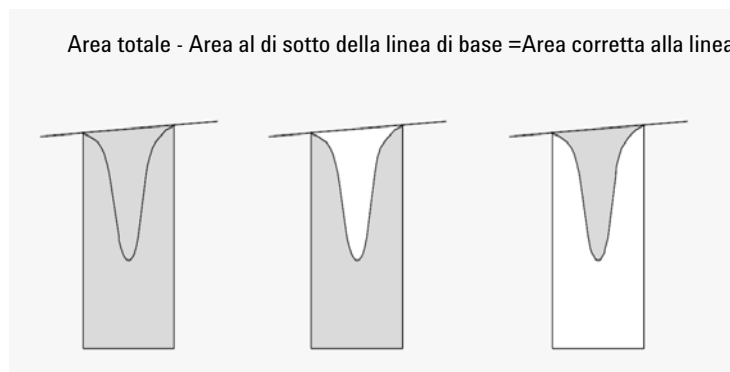

Figura 22 Misurazione dell'area per i picchi negativi
- per i picchi tangenti (T), l'area al di sopra della linea di base reimpostata,
- per i picchi di solvente (S), l'area al di sopra dell'estensione orizzontale dall'ultimo punto trovato sulla linea di base ed al di sotto della linea di base reimpostata per i picchi tangenti (T). Un picco di solvente può venire visualizzato troppo lentamente per essere riconosciuto, o può esistere un gruppo di picchi che fanno parte dell'analisi ma che si pensa debbano essere trattati come solvente con un gruppo di picchi successivi. Ciò di solito coinvolge un gruppo di picchi fusi dove il primo è maggiore dei successivi. Il semplice fatto di tracciare la perpendicolare metterebbe in evidenza gli ultimi picchi, dato che si trovano effettivamente sulla coda del primo. Se si desidera riconoscere il primo picco come solvente, si eliminano tutti gli altri dalla coda,
- i picchi negativi che si trovano sotto la linea di base hanno comunque un'area positiva, come mostrato in Figura 22, pagina 49.